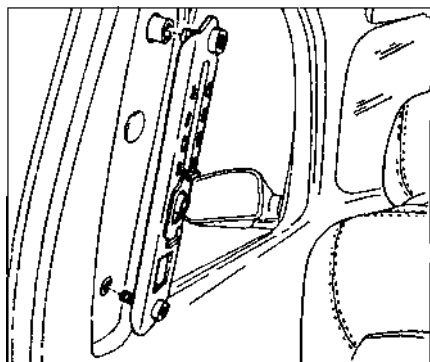

Рис. 9.6.
- Выкрутить болты и снять регулятор высоты установки ремня безопасности переднего сидения с центральной стойки (рис. 9.6).